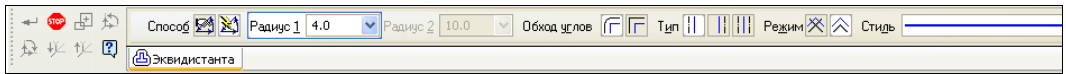

Рис. 7.8. Панель свойств в режиме построения эквидистанты по стрелке
- ◆ проведите следующую настройку параметров (рис. 7.8) эквидистанты на Панели свойств;